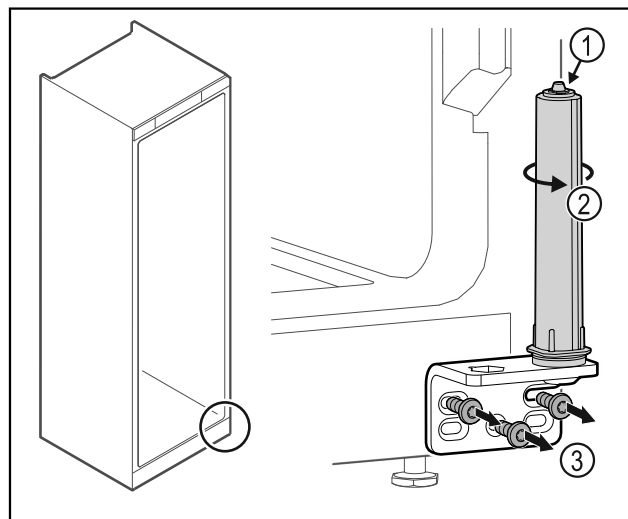

Fig. 25
- Non disassemblare il sistema di chiusura della porta Fig. 25 (1).
- Ruotare il sistema di chiusura Fig. 25 (2) finché non si innesta con un clic.
- Svitare la cerniera angolare Fig. 25 (3).